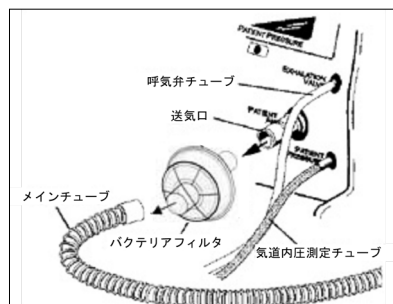

図 1
- バクテリアフィルタをベンチレータの送気口に接続する。メインチューブをバクテリアフィルタに取り付ける。気道内圧測定チューブをベンチレータの気道内圧測定チューブ接続部に、呼吸弁チューブを呼吸弁チューブ接続部に接続する(図 1)。